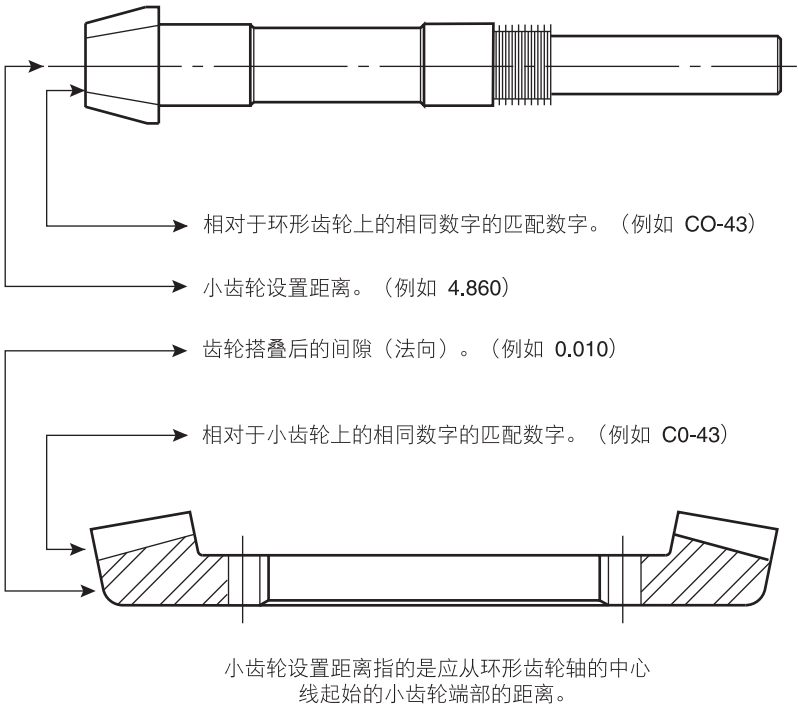

图 4 - 齿轮匹配数字和设置数据
- 注** — 垫片包 (320) 的厚度对齿轮的重新组合很重要。应保存垫片包或用千分尺仔细测量垫片包。如果要更换齿轮，请记录刻在小齿轮上的小齿轮设置距离。请参见图 4。
- 4. 从外壳顶部卸下轴承护圈和垫片包 (420)。
在小齿轮架中装配新小齿轮前，请检查小齿轮和螺旋锥环形齿轮的匹配数字，确保它们是匹配的齿轮组。齿轮出厂时就匹配成组包好了，不应分开。如图 4 所示，数字蚀刻在小齿轮和环形齿轮上。
11. 记录刻在小齿轮上的小齿轮设置距离。请参见图 4。